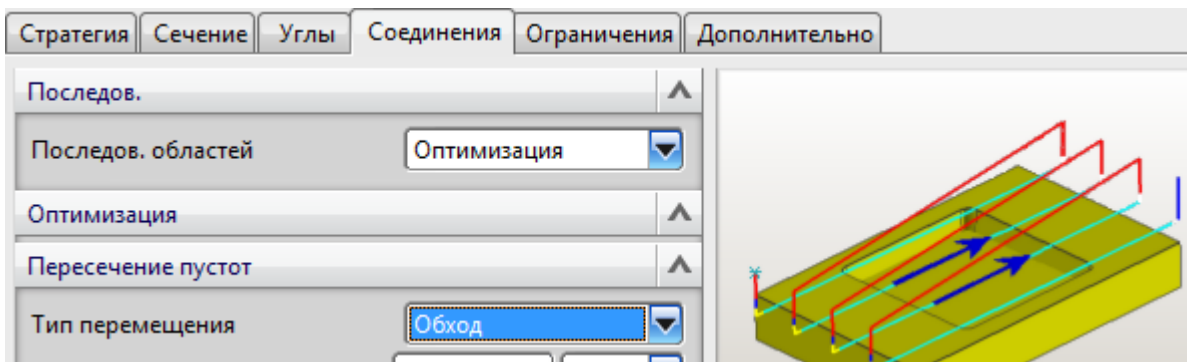

Рис. 2.35. Настройка типа пересечения пустот
- при необходимости настройте тип пересечения пустот (см. рис. 2.35).